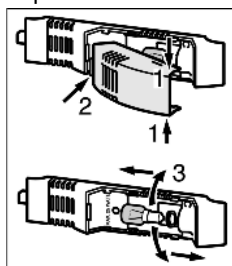

Fig. 18
- ▶ Kryt lampy uchopte hore a dole Fig. 18 (1).
- ▶ Kryt lampy vzadu vytiahnite a vyveste Fig. 18 (2).
- ▶ Vymeňte žiarovku Fig. 18 (3).